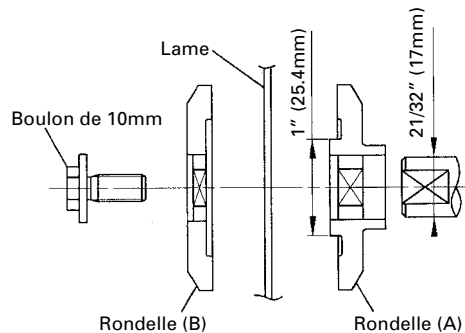

Fig. 44-d
(7) Appuyer sur le verrou d'axe et serrer le boulon de 10 mm en le tournant vers la gauche à l'aide de la clé fournie comme accessoire standard (clé à douille de 17mm), comme indiqué à la Fig. 44-c.